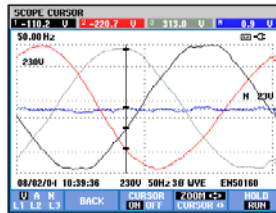

Figura 17-3. Schermata forma d'onda con cursore e zoom attivati
- Premere F4 per assegnare i tasti freccia alla funzione Zoom, come mostrato nella Figura 17.3. È ora possibile utilizzare i tasti freccia sinistra/destra per espandere o ridurre orizzontalmente le forme d'onda. I tasti freccia su/giù consentono di eseguire la stessa operazione verticalmente. Se la funzione Cursore è attiva, lo zoom orizzontale funziona in maniera simmetrica intorno al Cursore. Se disattivato, lo zoom orizzontale funziona intorno al centro della schermata. Lo zoom verticale funziona intorno al centro della schermata.